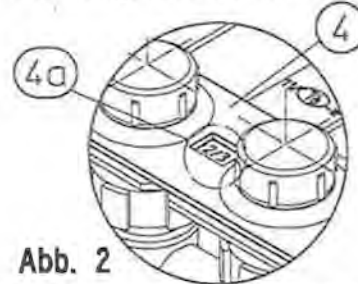

Abb. 2
2. Verbindungsbügel 4 je nach Heizkörpertyp (T6 oder 10 V bis 33 KV) in die dafür vorgesehenen Bohrungen 5 stecken. Das im Verbindungsbügel 4 eingebrachte Fenster 4a dient zur Kontrolle der richtigen Bautiefenauswahl (**Abb. 2**).